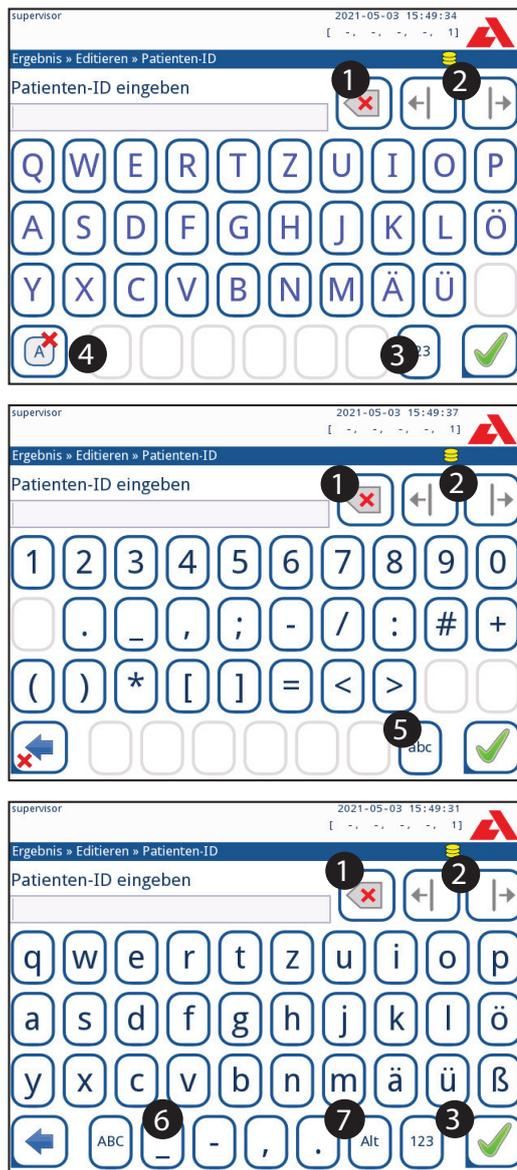

Abbildung 16: Virtuelle Touchscreen Tastatur
Die virtuelle Tastatur hat ein alphabetisches Layout. Es können Buchstaben, Zahlen und Symbole eingegeben werden. Die eingegebenen Zeichen werden im Eingabefeld über der virtuellen Tastatur angezeigt (☞ **Abbildung 16**). Durch Tippen von Zurück (❶) wird das zuletzt eingegebene Symbol gelöscht. Die Cursorposition wird durch eine graue vertikale Linie angezeigt und kann durch die Cursor Pfeile (❷) bewegt werden. Die Tastatur kann durch Drücken verschiedener Schaltflächen (❸, ❹, ❺, und ❻) auf numerisch, Groß- und Kleinbuchstaben umgestellt werden. Eine erweiterte Auswahl an Satzzeichen ist ebenfalls verfügbar (❼).